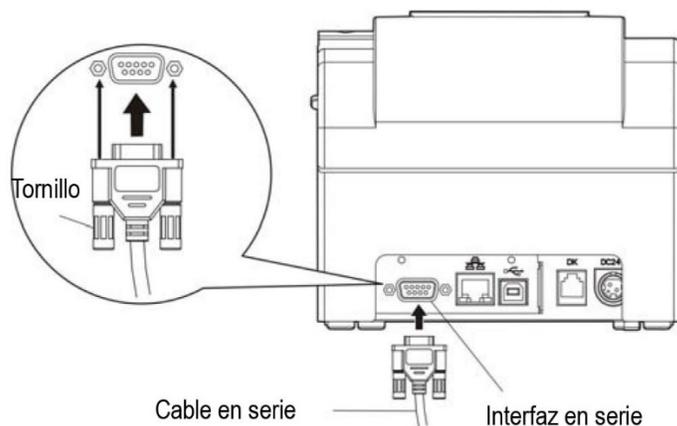

Figura 2-5 Conexión del cable en serie
1. Asegúrese de que la computadora y la impresora estén apagadas, conecte el cable en serie a la interfaz en serie de la impresora y apriete los tornillos en ambos lados para fijar el cable. (Como se muestra en la Figura 2-5)